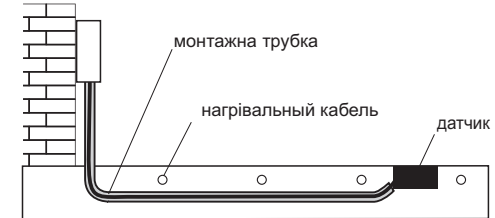

Рисунок 2. Спосіб монтажу датчика опадів при підігріві ґрунту
- розташовувати датчик в бетонній основі, на одному рівні з обігриваємою поверхнею (рис. 2). Підстава під місцем установки датчика має бути тверда. Це необхідно для того, щоб датчик не продавливався в ґрунт при великому навантаженні зверху;